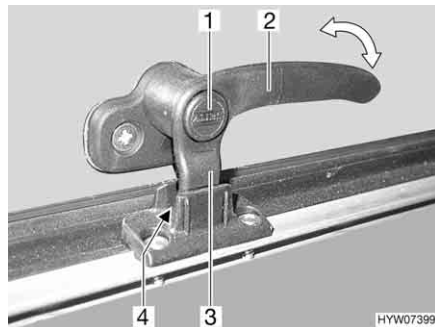
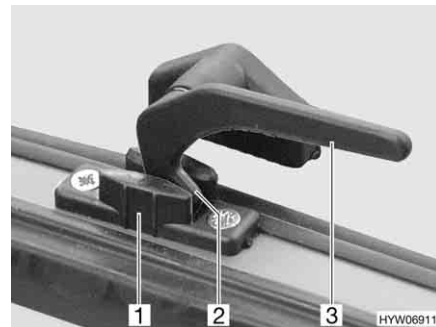

Fig. 59 Leva di serraggio con bottone di sicurezza in posizione "Aerazione continua"
Fig. 60 Leva di serraggio in posizione "Aerazione continua"
- In posizione di "Aerazione continua" (Fig. 59 e Fig. 60)
- Se presente, premere e tenere premuto il bottone di sicurezza (Fig. 59,1).
- Ruotare la leva di serraggio (Fig. 59,2 o Fig. 60,3) di un quarto di giro verso il centro della finestra.
- Girare nuovamente all'indietro la leva di serraggio. Riportare contemporaneamente il nasello di chiusura (Fig. 59,3 o Fig. 60,2) della leva di serraggio nella rientranza della chiusura della finestra (Fig. 59,4 o Fig. 60,1).
- Se presente, rilasciare il bottone di sicurezza (Fig. 59,1).